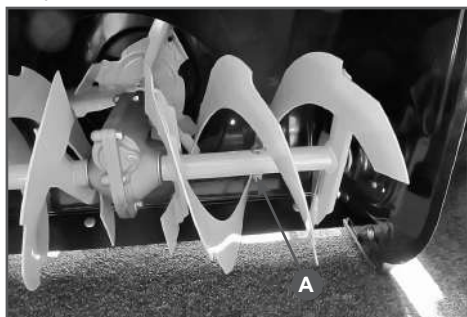

Рис.9 Замена срезного болта шнека (А)
2. Совместите отверстие в шнеке с отверстием в вале шнека. Вставьте новый срезной болт и закрутите гайку или (в зависимости от конструкции) установите стопор Рис. 9.